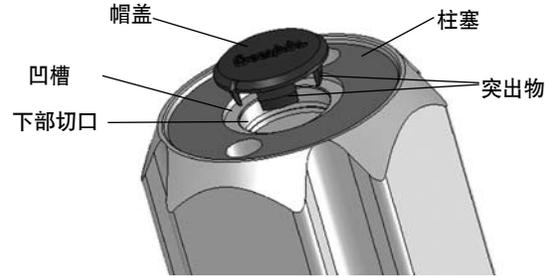

图7
2. 将新的帽盖压入凹槽, 这样突出物被压入柱塞的下部切口。见图7。